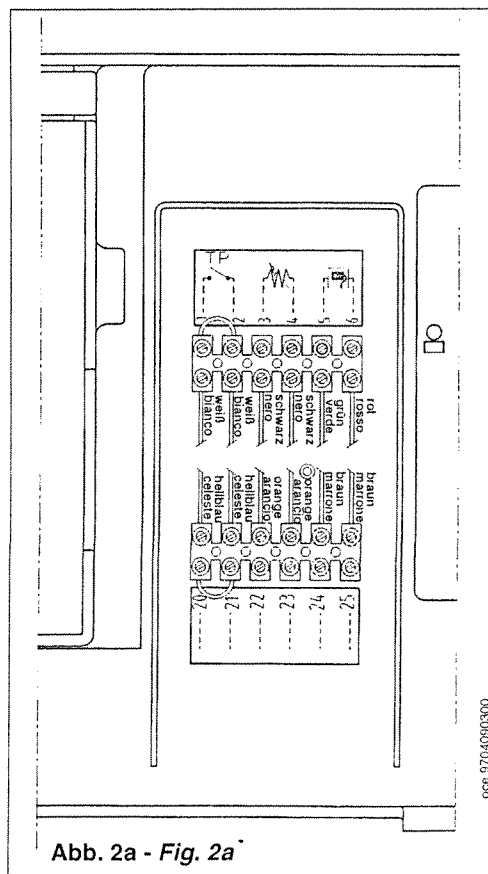

Abb. 2a - Fig. 2a
- Den linken Deckel der elektrischen Dose öffnen, um an das Klemmenbrett heranzukommen (Foto 4). Im Inneren sind zwei Klemmbretter angebracht (Abb. 2a): eines für die Verbindung zur Boilereinheit (siehe Anleitung der Boilereinheit) und ein anderes für die Verbindung des Außenfühlers der Fernsteuerung und des Thermostates für Anlagen auf dem Boden.
- Accedere alla morsetteria tramite l'apertura del coperchio delle connessioni (foto 4). All'interno sono posizionate due morsettiere (fig. 2a): una per il collegamento della sonda esterna del controllo remoto e del termostato per impianti a pavimento ed una per il collegamento dell'unità bollitore (vedasi istruzioni a corredo dell'unità bollitore).
- 1) Die beiden Drähte der Außensonde an den Klemmen 3 und 4 des Klemmenbretts anschließen (Abb. 2a).
- 1) Collegare i due fili che fanno capo alla sonda esterna sui morsetti 3 e 4 della morsettiera (Fig. 2a).